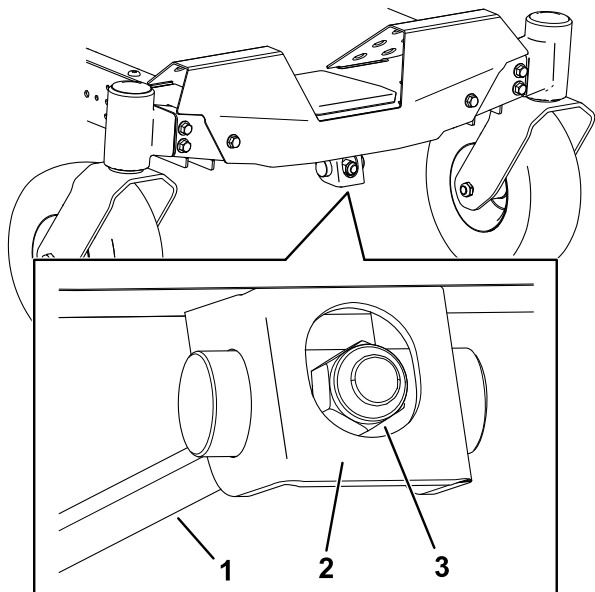

Figura 71
1. Gire la tuerca de ajuste en la parte delantera del cortacésped (Figura 71).